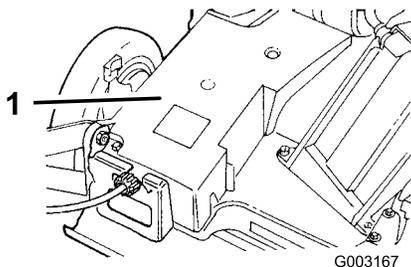

Figure 37
2. Enlevez les boulons qui fixent le carter de courroie (Figure 37) à la tondeuse.